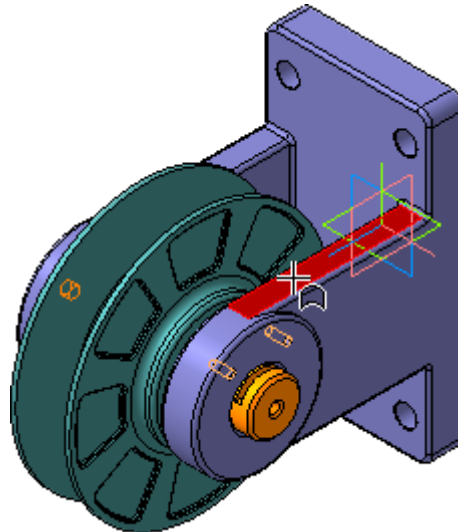

Рисунок 14.
- Нажмите кнопку Показать все на панели Вид и укажите плоскую грань на проушине (рис.14).